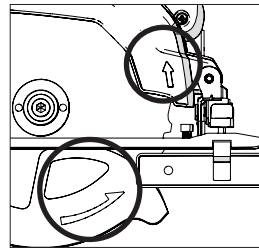

Fig. 6
- Assurez-vous que la direction des flèches de rotation imprimées sur la lame correspond au sens de rotation des flèches qui se trouvent sur les carters inférieurs et supérieurs de la machine. (Fig. 6)